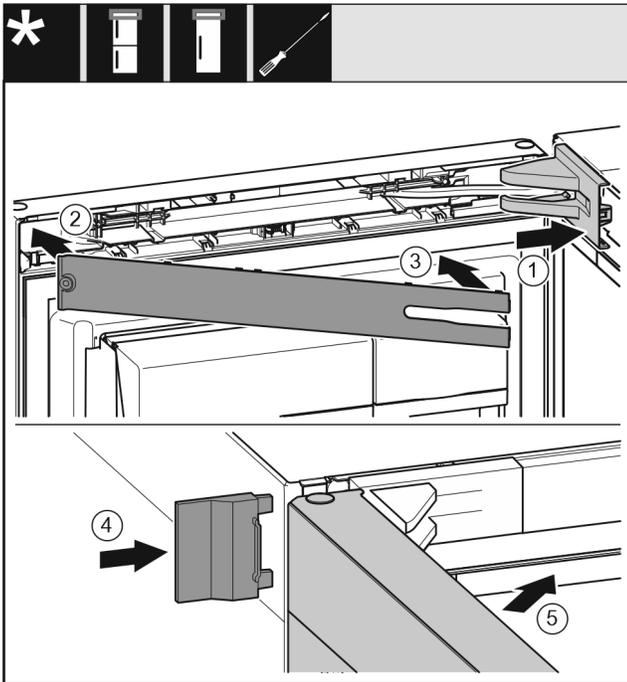

Fig. 24
- ▶ Lagerbockabdeckung aufsetzen und einrasten, ggf. vorsichtig auseinanderdrücken. Fig. 24 (1)
- ▶ Blende aufsetzen. Fig. 24 (2)
- ▶ Blende einschwenken und einrasten. Fig. 24 (3)
- ▶ Äußere Abdeckung aufschieben. Fig. 24 (4)
- ▶ Obere Tür schließen. Fig. 24 (5)